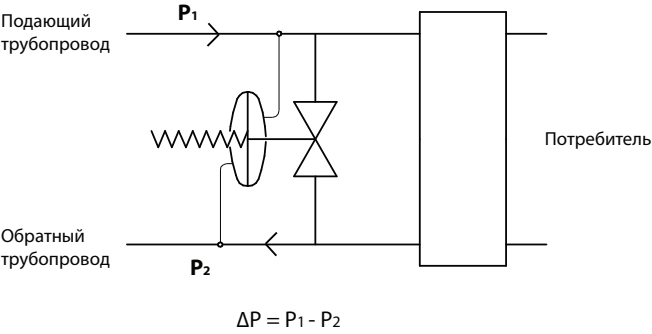

Рис. 3. Установка на байпасе к потребителю
2. Регуляторы перепада давления, открывающиеся при повышении перепада давления. Пружина удерживает клапан в закрытом положении, а большее давление воздействует на чувствительный элемент, открывая клапан. Примером регуляторов этой группы является клапан КАТ35. Типичное применение данной группы регуляторов перепада давления — регулирование перепада давления на потребителе за счет дросселирования байпаса к потребителю (см. Рис. 3):